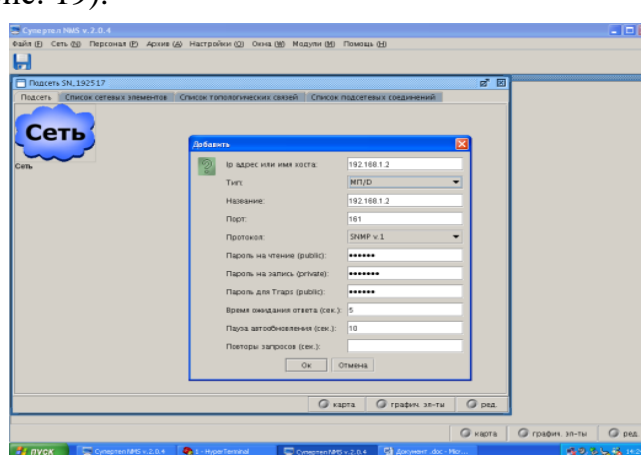

Рис. 19
5. В меню «Добавить» в строке «*IP*-адрес или имя хоста» записать *IP*-адрес 192.168.10.1, в строке «Тип» – *MP/D*, в строке «Порт» – 161, в строке «Протокол» – *SNMP v.1*, в строке «Время ожидания ответа» – 5 с, в строке «Пауза автообновления» – 10 с, нажать «*OK*» (рис. 19).